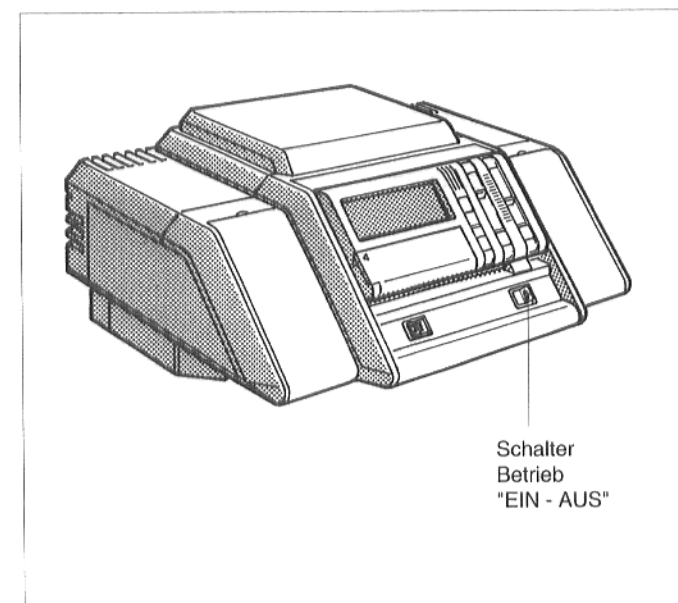

Abb. 38: Regelsystem 4000
- Die beiden Schrauben am Startbrenner lösen und Startbrenner vorsichtig herausziehen (Abb. 38).